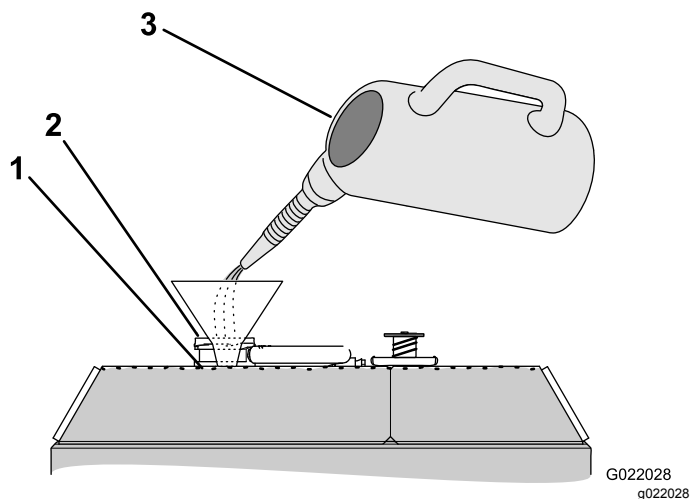

Рисунок 116
4. Залейте в радиатор охлаждающую жидкость так, чтобы ее уровень дошел до низа заливной горловины (Рисунок 116).